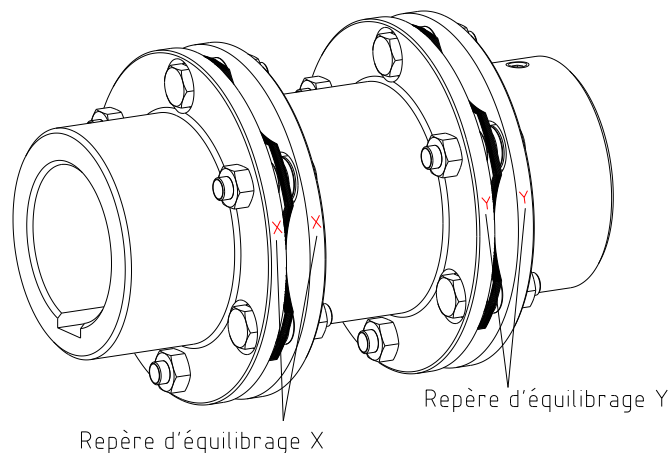

Fig. 23: Alignement de l'entretoise
- Pour le montage de l'entretoise équilibrée, veuillez faire attention aux bons repères d'équilibrage. Par exemple, le repère X (Y) de l'entretoise doit être en face du repère X (Y) du moyeu (voir fig. 23).